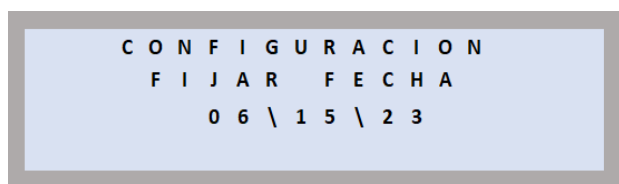

Figura 51
- El software guarda los ajustes de fecha y vuelve a la pantalla por defecto de configuración de fecha (**06/15/23**). La fecha mostrada en esta pantalla (ver Figura 51) siempre es 06/15/23. La nueva fecha definida no aparecerá en esta pantalla, pero se mostrará en todas las demás pantallas con una fecha, como la pantalla de título y las pantallas de Prueba.